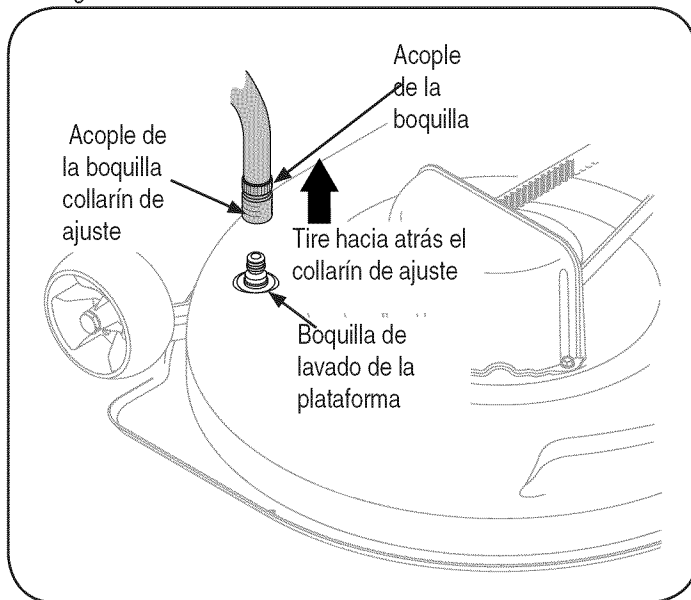

Figura 13
- Tire hacia atrás el collarín de ajuste del acople de la boquilla y empuje el adaptador hacia la boquilla de lavado de la plataforma en el extremo izquierdo de la plataforma de corte. Suelte el collarín de ajuste para trabar el adaptador en la boquilla. Vea la Figura 13.